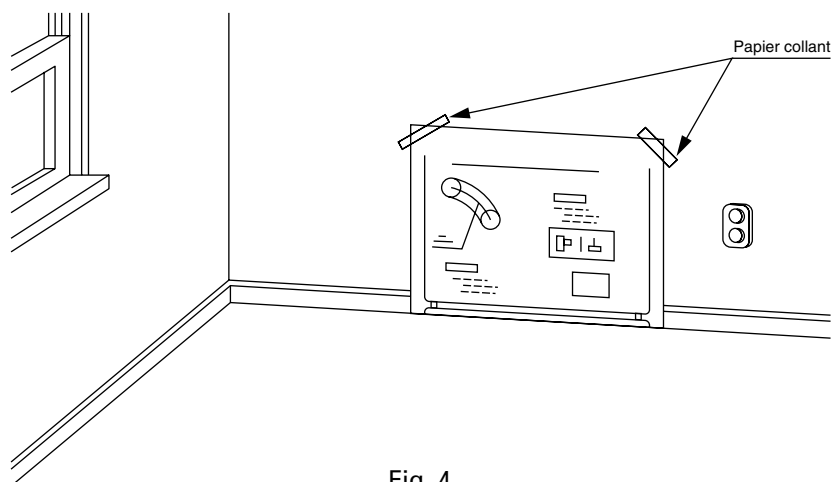

Fig. 4
3. Dans le cas d'une installation standard, utiliser le gabarit fourni avec l'appareil pour positionner le trou de la cheminée. Attacher le gabarit à l'endroit désiré sur le mur à l'aide de punaises ou de papier collant (Voir Fig. 4).